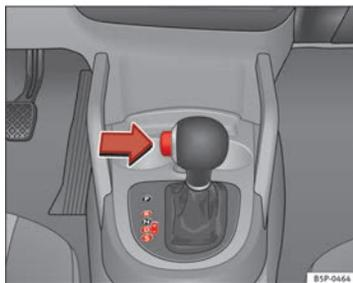

Fig. 147 Condução
- Pressione o botão do punho (situado na parte esquerda do mesmo) ⇒ Fig. 147.